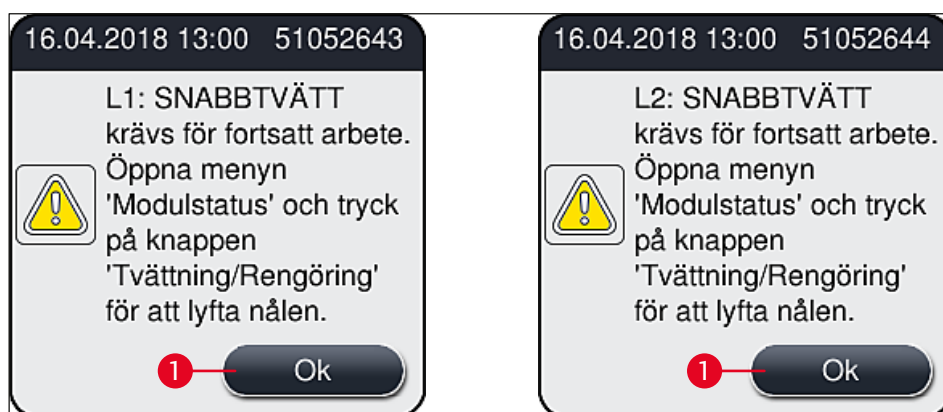

Bild 51
- ① När initieringsfasen är klar visas huvudmenyn (→ Bild 19) på skärmen och användaren får ett meddelande (→ Bild 51) om att en **Snabbtvätt** krävs för den täckglasappliceringsrad som används. Bekräfta meddelandet genom att trycka på **Ok** (→ Bild 51-1) och följ därefter de instruktioner som visas (→ Sida 117 – 7.3 Förbereda slangsystemet för tvättning och rengöring).